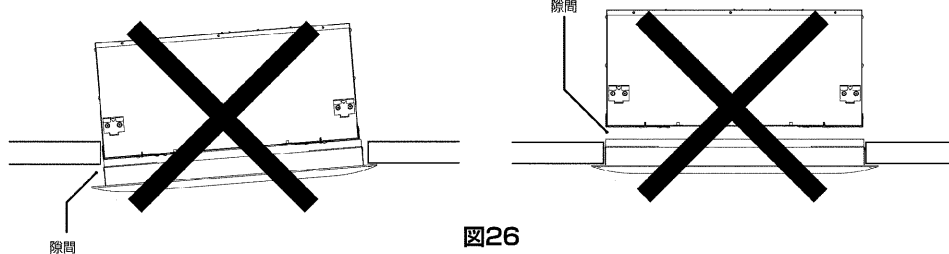

図26
※ユニット本体と自動昇降パネル間に隙間が出来ますと風漏れにより露付、露垂れの原因になります。また、自動昇降パネルと天井面に隙間が出来ますと、パネルの露付き、スマッシング (天井面が汚れる) の原因になります。(図26)
- (1) ユニット本体と自動昇降パネル、および自動昇降パネルと天井面に隙間のないことを確認してください。（図26）